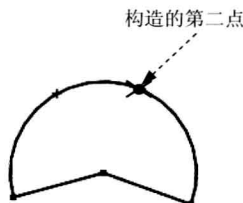

图 2.8.28 构造第二点
Step 7 再次单击“草图点”对话框中的 **+** 按钮, 在“点”对话框中的 **类型** 下拉列表中选择 **点在曲线/边上** 选项, 选取图 2.8.25a 所示的圆弧, 在“点”对话框的 **位置** 下拉列表中选择 **弧长百分比** 选项, 然后在 **弧长百分比** 文本框中输入数值 40, 单击 **确定** 按钮, 完成第二点的构造, 单击 **关闭** 按钮, 退出“点”对话框, 结果如图 2.8.28 所示。